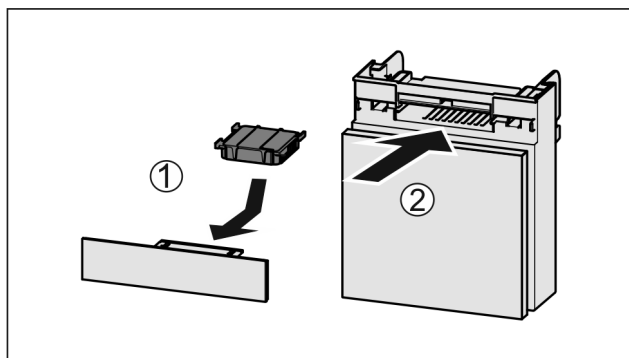

Fig. 69
- Aktivkohlefilter nach Abbildung einsetzen Fig. 69 (1).
- Fach einschieben Fig. 69 (2).